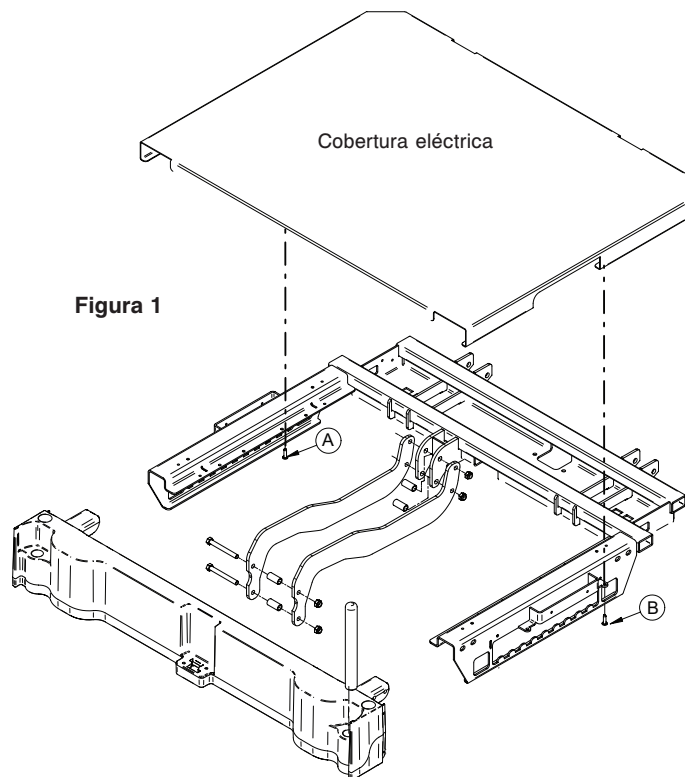

Figura 1
5. Com uma chave de parafusos Phillips, retire os dois parafusos que fixam a cobertura eléctrica e retire a cobertura (referência Figura 1 acima, item A e B).